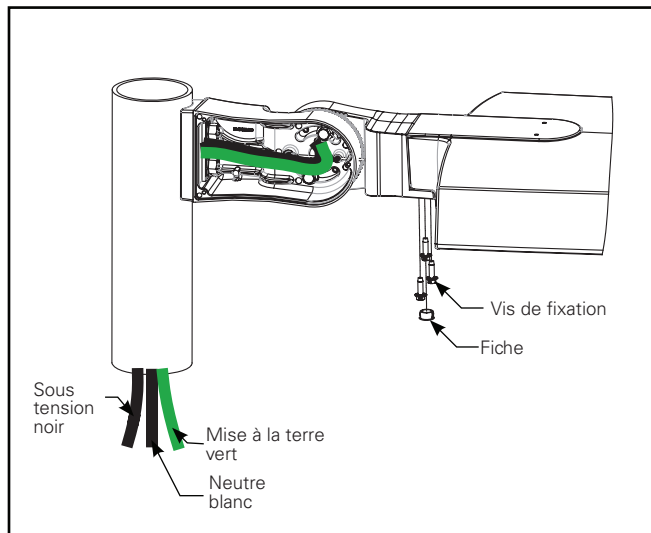

Figure 4.
7. Fixez le boîtier du luminaire au bras de montage comme suit : (figure 4).